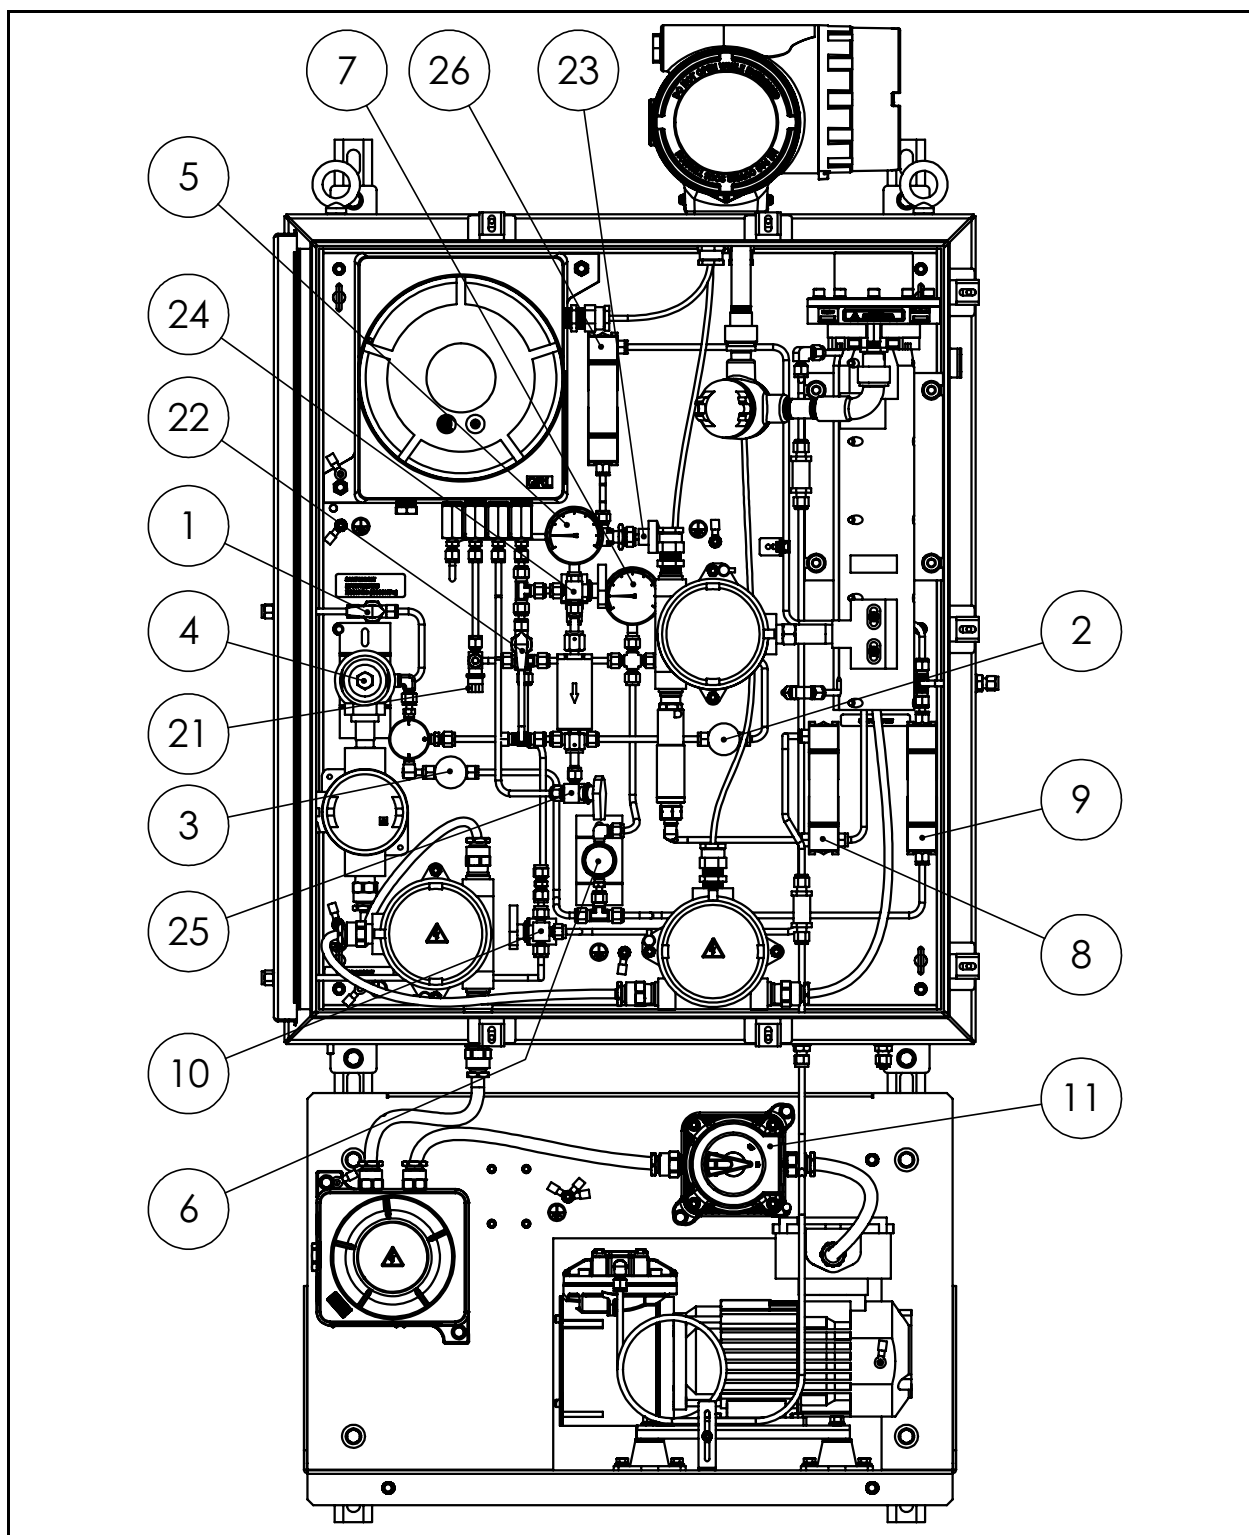

Figura 13: Sistema de Amostra do Aurora Trace com a opção do verificador de H2O
**Tabela 2: Legenda para Figura 13**
Para iniciar seu sistema de amostra, consulte a Figura 13 na página 22 e complete as etapas a seguir: